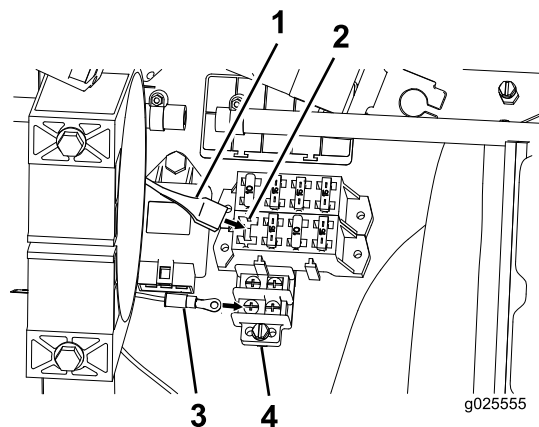

図 20
1. ハーネスをヒューズブロックに接続し、アース線をアースブロックに接続する 図 20。